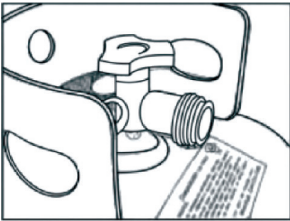

Figure 1
1) Vérifiez chaque pièce avant d'utiliser le produit. Assurez-vous que le système d'alimentation en gaz est éteint avant l'assemblage. **Voir Figure 1**